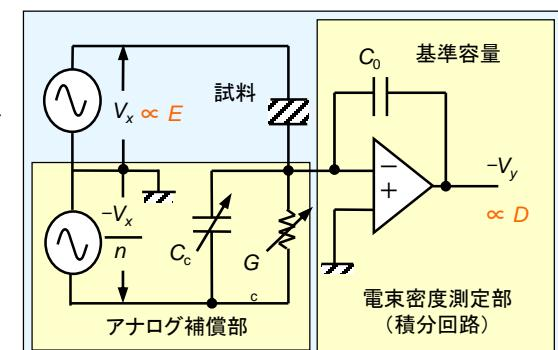
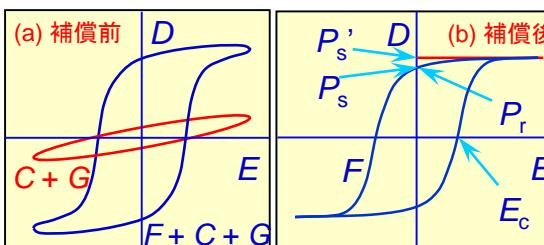

図1 改良型ソーヤ・タワー回路
図2 D-E履歴曲線の補償（模式図）
- D-E履歴曲線が観測されれば、強誘電性を確認したと言える。従来、D-E履歴曲線の補償にはソーヤ・タワー回路が用いられてきたが、誤差を小さくするため、改良した回路を開発した（図1）。
- 補償前のD-E履歴曲線は図2(a)のようになるが、改良型回路（図1）により履歴曲線を補償することで、図2(b)に示すような純粋な自発分極の成分（強誘電成分、F）のみの観測が可能になる。